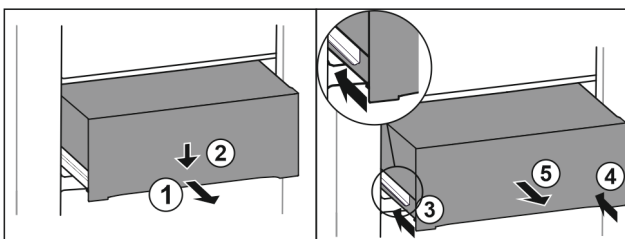

Fig. 100
- Витягніть ящик на половину. Fig. 100 (1)
- Спрямуйте висувний ящик вниз спереду. Fig. 100 (2)
- Вставте ліву рейку приблизно на 2 см. Fig. 100 (3)
- Вставте праву рейку приблизно на 2 см. Fig. 100 (4)
- Вийняти висувний ящик рухом вперед. Fig. 100 (5)